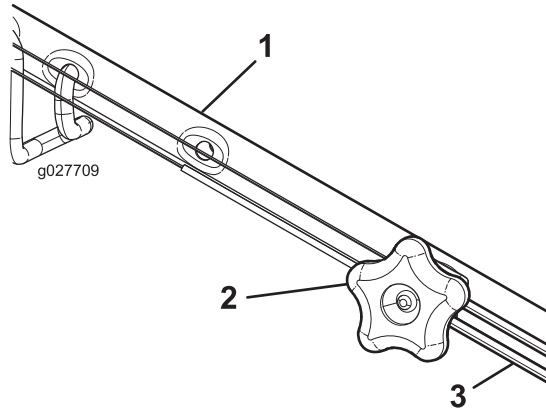

Figura 38
1. Gire el pomo de ajuste en sentido antihorario para aflojar el cable (Figura 38).
2. Ajuste la tensión del cable (Figura 38) tirando del mismo hacia atrás o empujándolo hacia adelante, y sujételo en esa posición.